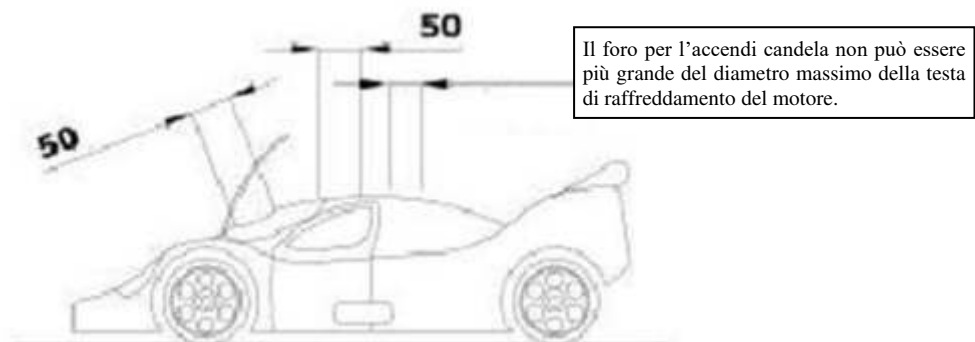

Figura 16: Dimensioni massime dei fori carrozzeria
- 6.1.9 **CARROZZERIA** (si veda la Figura 16 di pag. 47):